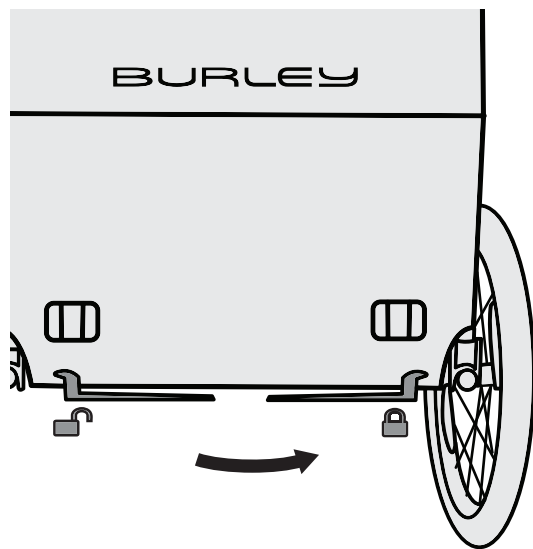

Figure 16
1. Faites glisser le levier sur la droite (Figure 16). Pour relâcher le frein, faites glisser le levier vers la gauche.